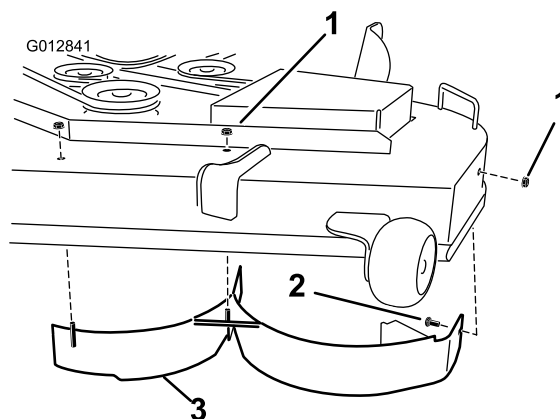

Figura 32
- Remova as duas porcas de bloqueio (5/16 pol.) presas aos postes soldados do abafador esquerdo na parte superior da plataforma do cortador nas posições central e esquerda (Figura 32). Remova o parafuso de carroçaria e porca de bloqueio na parede lateral da plataforma do cortador que prende o abafador esquerdo à plataforma.
7. Remova o abafador esquerdo da plataforma de corte como se mostra em Figura 32.